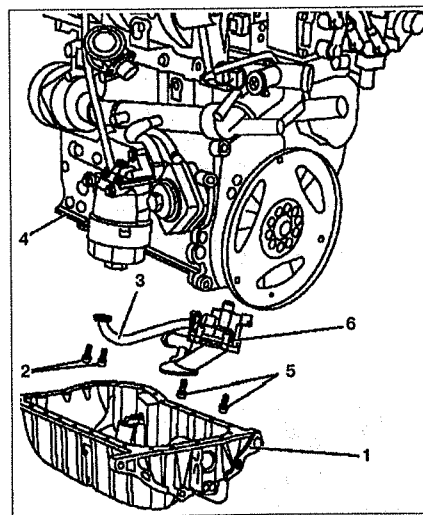

Рис. 3.30. Масляный насос:
1. Снимите поддон 1 (см.рис. 3.30).